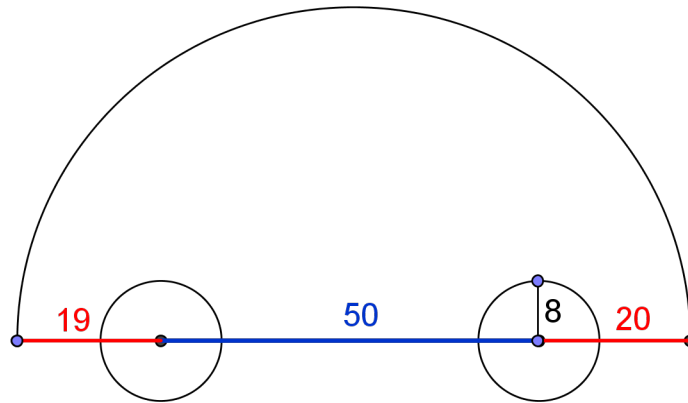

Fig. 3
Denk na over een realistischer automodel zoals getoond in fig. 3.
**Opdracht 6.** Is het mogelijk om de auto uit fig. 3 (waarbij alle maten in centimeters gegeven zijn) te parkeren bij een helling van  $28^\circ$ ? Let op de problemen die naar voren kunnen komen bij het verlaten van de helling en het binnenrijden van de kelder.